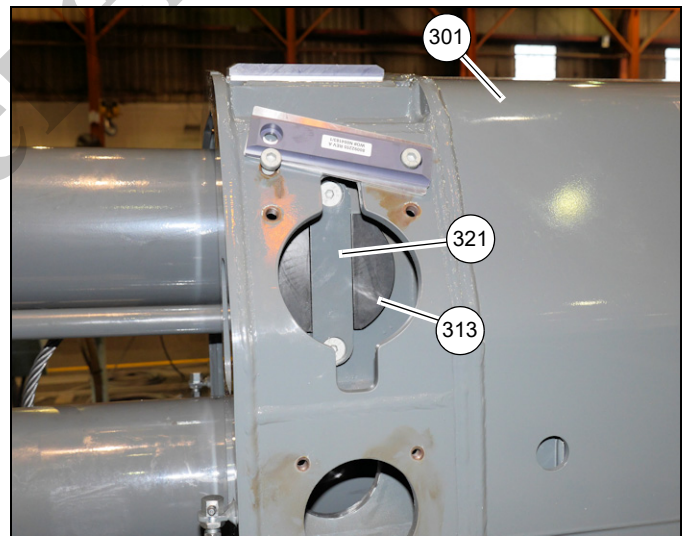

FIGURA 4-28
38. Retire dos pernos (347) y la placa (321) que fijan el eje de polea (313) a la sección telescópica 2 (301), luego retire el eje de polea (vea la Figura 4-28).